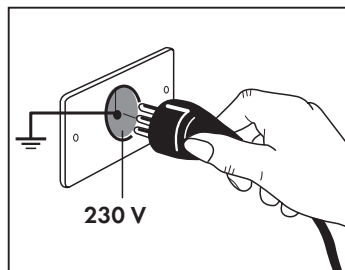

Fig. 1
- S'assurer que l'installation électrique du secteur (230V~) est dotée d'une prise à la terre, conformément aux prescriptions des normes promulguées sur cette matière (Fig. 1).